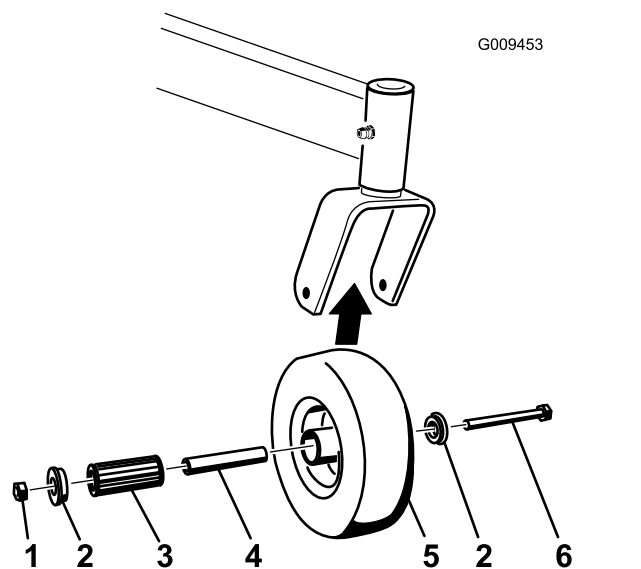

図 57
1. キャスタホイールをキャスタフォークに保持しているボルトとロックナットを外す 図 57。
2. ブッシュをひとつ外し、次にスパナブッシュとローラベアリングをハブから外す 図 57。
3. ハブについているもうひとつのブッシュも外し、ハブについているグリスや汚れを除去する 図 57。
**注** 破損したり磨耗したりしている部品は交換する 図 57。
5. ホイールハブにブッシュを一つ入れる 図 57。
6. ローラベアリングとスパナブッシュにグリスを塗って、ホイールハブに取り付ける 図 57。
7. ハブにもうひとつのブッシュを入れる 図 57。
8. キャスタホイールをキャスタフォークに取り付け、ホイールボルトとロックナットで固定する 図 57。
9. スパナブッシュがキャスタフォーク内部に当たるまでロックナットを締め付ける 図 57。